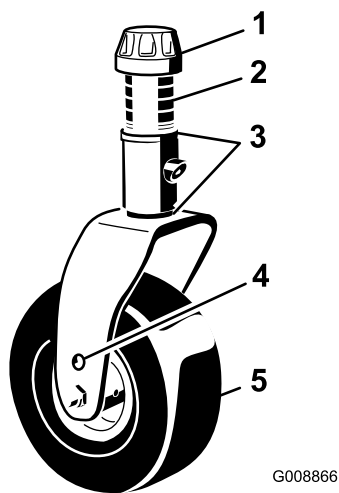

Figure 92
1. Enlevez le chapeau de tension de l'axe de pivot et sortez l'axe du bras pivotant (Figure 92). Repositionnez les cales pour élever ou abaisser la roue pivotante, selon les besoins, et obtenir la bonne inclinaison.